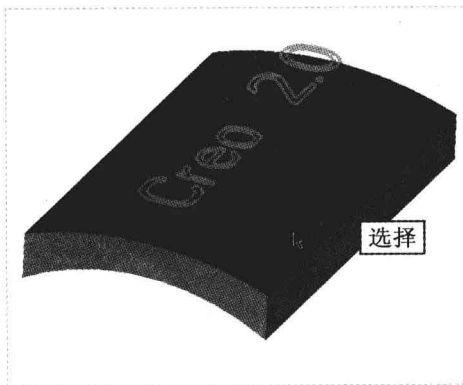

图 9-22 选择合适的曲面
Step 04 单击“参考”按钮,弹出“参考”下滑面板,在“曲面”选项区中选择“单击此处添加项”选项,在绘图区选择合适的曲面,效果如图 9-22 所示。